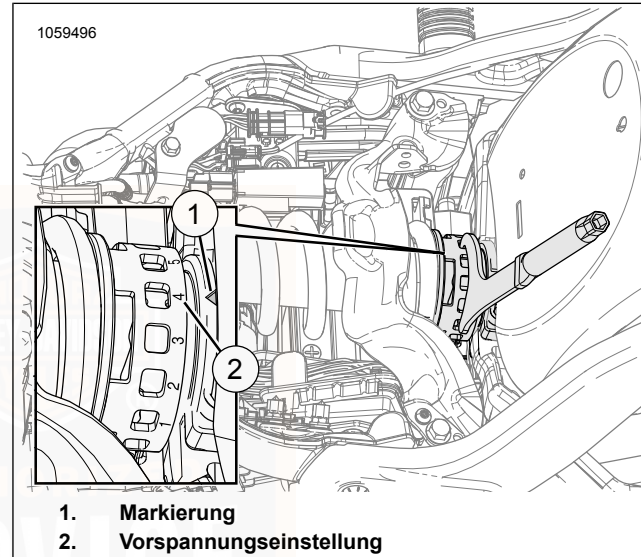

Abbildung 16. Vorspannungseinstellungsnocken
1. Cam-Ausführung: Siehe Abbildung 16.